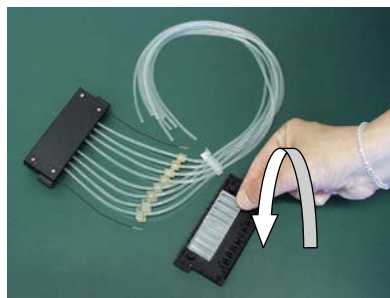

图 5-42.放置视窗
7. 若其未在该位置，将槽口朝上的塑料视窗，放到分液盒上部底盖上(图 5-42)。